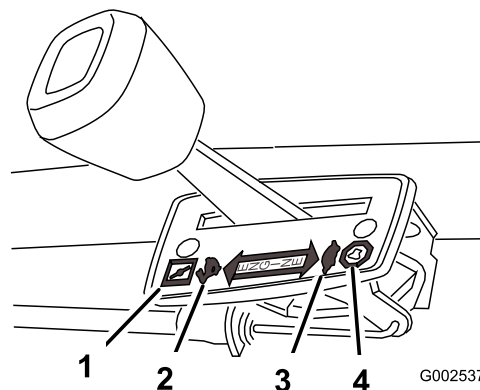

Figura 6
Los ajustes del acelerador se muestran en (Figura 6).
3. Mueva la palanca del acelerador a la posición Estárter (Figura 6).